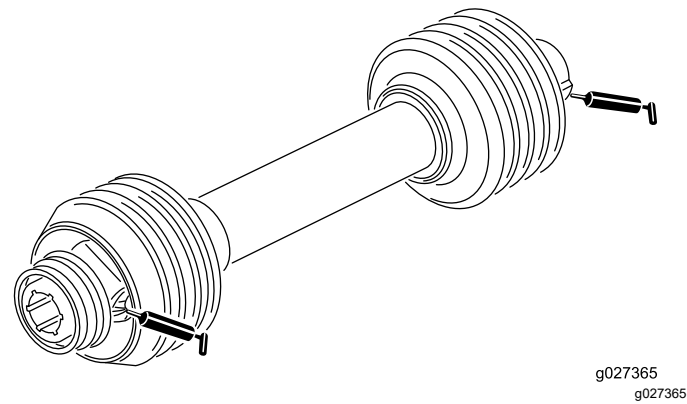

Figura 10
2. Engrase los engrasadores de los cojinetes del eje del ventilador como se muestra en la **Figura 10** con grasa de litio N.º 2.
Engrase los 2 engrasadores del árbol de transmisión como se indica en la **Figura 10** con grasa de litio N.º 2.